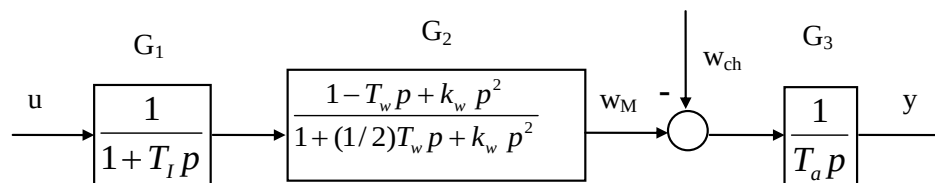

Figure 1: schéma bloc de la "centrale hydroélectrique"
Le système que l'on se propose de contrôler est une centrale hydroélectrique dont le modèle est donné en figure 1. Précisément, il s'agit d'asservir la fréquence du courant en sortie (y) à celle du réseau ($y_c = 50$ Hz).
1. Calculer les zéros, les pôles et le gain du système. Commenter, et vérifier la compatibilité avec le schéma de la figure 1.